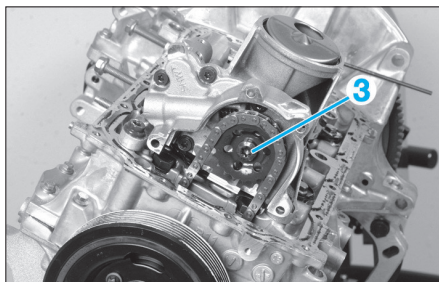

FIG. 27
Tout en bloquant l'axe du vilebrequin, déposer le vis (3) du pignon de pompe à huile (Fig.27).